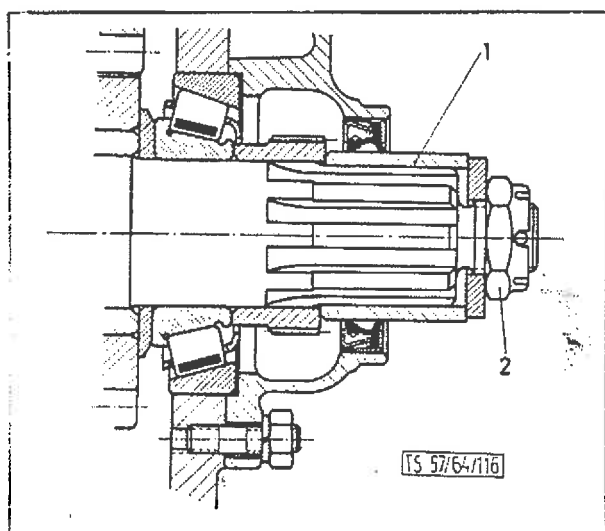

BILD 7: Montage der Hilfsbüchse
4. Hilfsbüchse (Bild 7) montieren und die Mutter (7/2) mit 15 mkp anziehen. Die Vorspannung der Kegelrollenlager muß 10-30cmkp betragen. Dieser Wert wird durch Zugabe oder Wegnahme von entsprechenden Einstellscheiben erreicht.